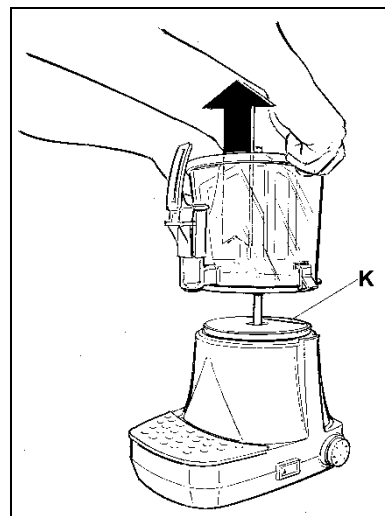

Fig. 7
- Cada vez que se posiciona la olla en la placa, compruebe que la sonda (K) está perfectamente en contacto con el fondo de la olla (véase la fig. 7).